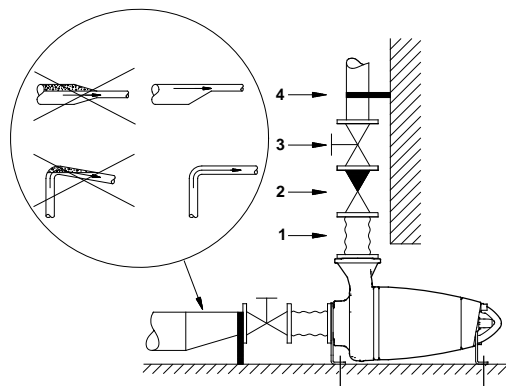

Рис. 5 Сухая установка на опорах в горизонтальном положении
- Трубопровод должен быть на опорах, чтобы на него не передавалось напряжение или иные механические воздействия. Рекомендуется использовать вибровставки и хомуты для подвешивания труб. См. рис. 5.
- Если при установке в горизонтальном положении насос соединяется со всасывающим трубопроводом с помощью переходника, то последний должен быть эксцентриковым. Во избежание воздушных пробок в линии всасывания его устанавливают конусной частью вниз и меньшим диаметром в сторону насоса. Воздух во всасывающем трубопроводе может вызвать кавитацию. См. рис. 5.